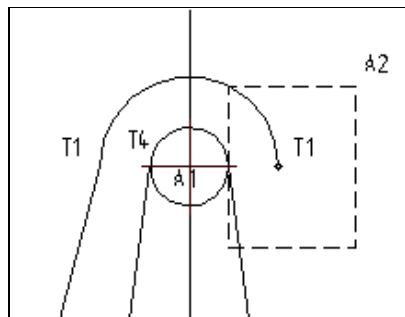

Рис. 9.1. Увеличение масштаба с помощью рамки
- ◆ мысленно заключите нужный участок для увеличения в прямоугольную рамку (рис. 9.1). На рисунке она выделена тонкой линией. В Строке сообщений запрос: *Укажите начальную точку рамки*;